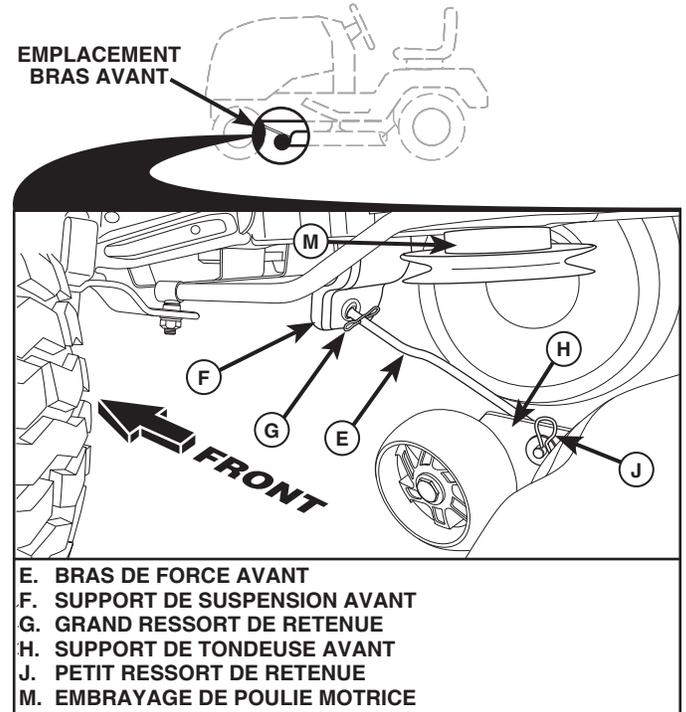

Fig. 33
## 8. ATTACHER LE BRAS AVANT (E) (Voir la Fig. 33)
- Depuis le devant du tracteur, insérer l'extrémité de la tige du bras avant (E) dans le trou dans le support de suspension avant du tracteur (F).
- Déplacer vers le côté gauche de la tondeuse et insérer un grand ressort de retenue (G) dans le trou devant le bras (E) derrière le support de suspension avant (F).
- Insérer une autre extrémité du bras (E) dans le trou dans le